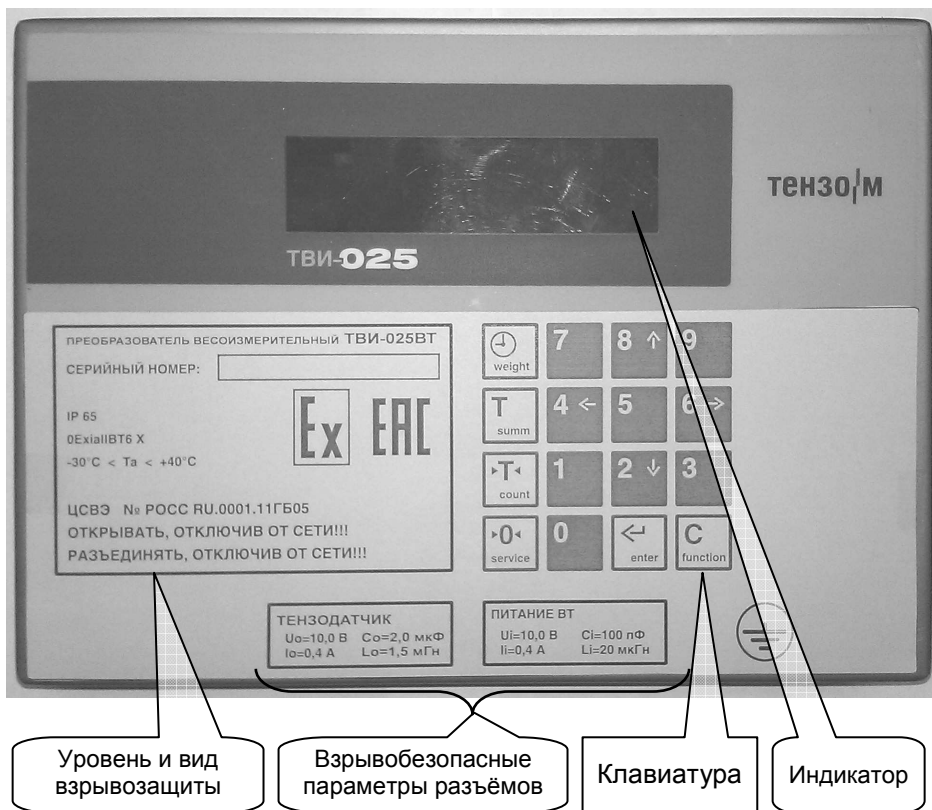

Рис. 7.1. Внешний вид ВТ Преобразователя спереди.
На Рис. 7.1 изображён внешний вид ВТ Преобразователя спереди.
10.2. После включения Преобразователь выполнит самотестирование, затем на дисплей ТВИ-025ВТ (см. Рис. 7.1 на стр. 14) будет кратковременно выведено название версии программного обеспечения Преобразователя: «1.X».